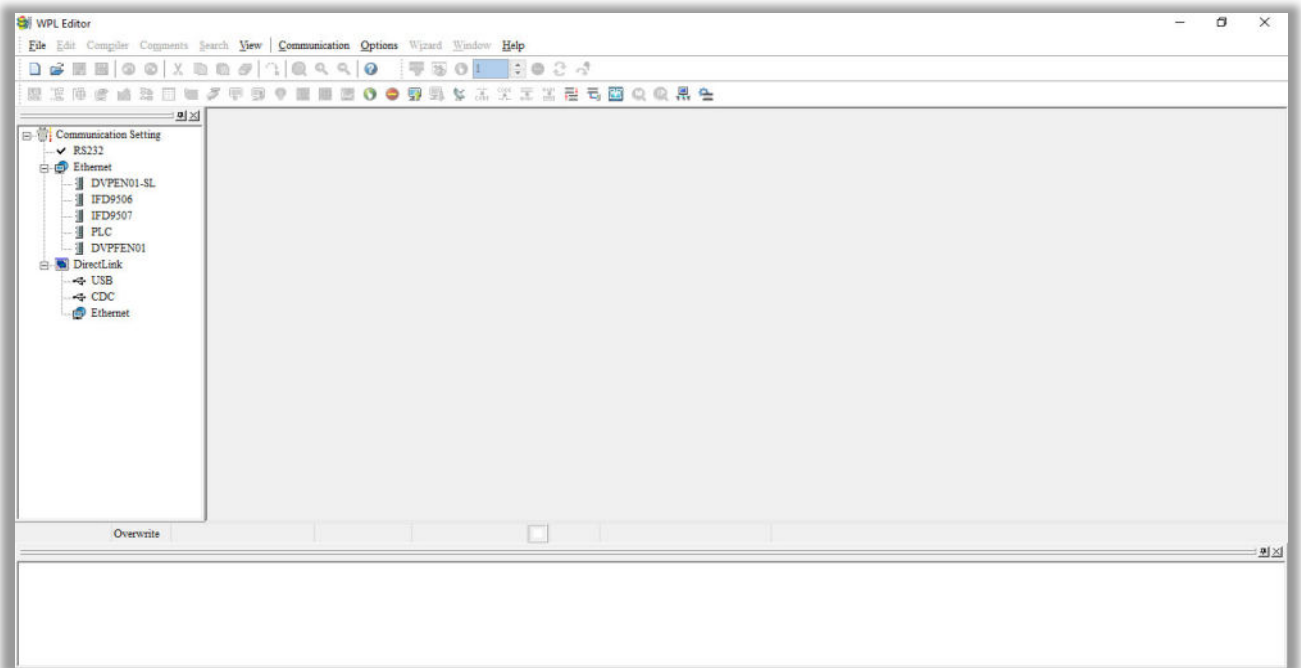

Figura 16-2
Etapa 2: A janela de edição WPLSoft aparece (veja a figura 16-2 abaixo). Ao executar o WPLSoft pela primeira vez, antes de "New file" ser usado, somente "File (F)," "Communications (C)," "View (V)," "Options (O)," e "Help (H)" aparecerão na barra de ferramentas da função.